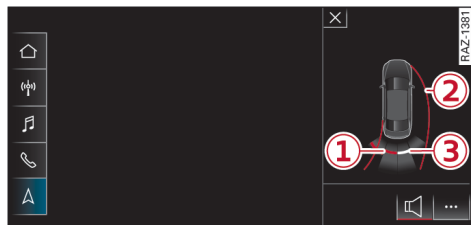

Fig. 139 Pantalla central: Indicación de distancia
Los segmentos rojos ① ⇒ *pág. 218, fig. 139* representan obstáculos detectados en la dirección de marcha. Cuanto más se acerca a un obstáculo, tanto más se aproximan los segmentos al vehículo. A más tardar cuando se indica el penúltimo segmento, se ha llegado a la zona de colisión. ¡No siga hacia atrás!
- Pulse en en la pantalla central cuando se muestre la indicación óptica sobre la distancia ⇒ *pág. 218, fig. 139*.